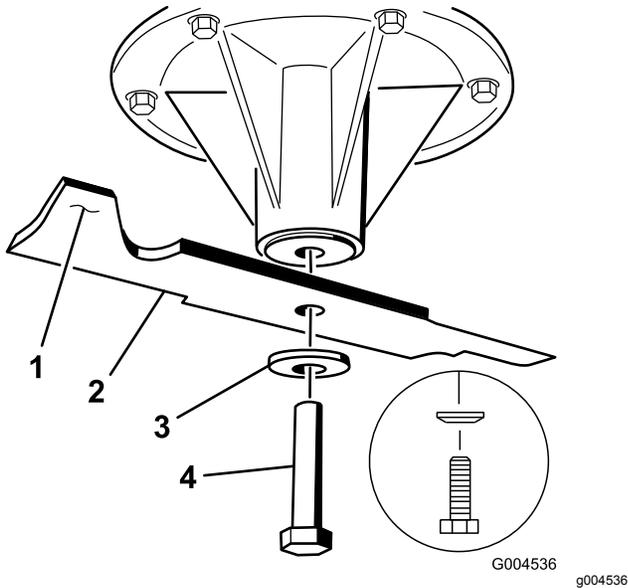

Bild 114
2. Entfernen Sie die Messerschraube, Wellenscheibe und das Messer von der Spindelwelle (Bild 114).
- Setzen Sie das Messer auf die Spindelwelle (Bild 114).
- Setzen Sie die Wellenscheibe und die Messerschraube ein (Bild 114).